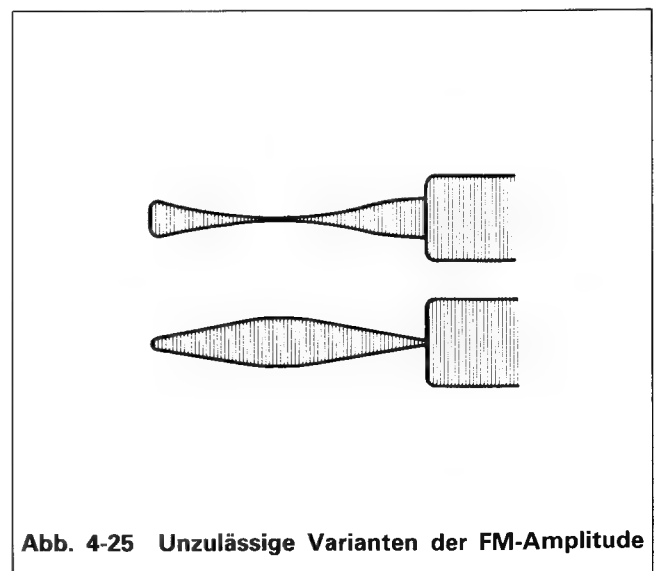

Abb. 4-25 Unzulässige Varianten der FM-Amplitude
- (4) Ergeben sich FM-Wellenformen entsprechend Abb. 4-25, so ist eine Einstellung erforderlich.